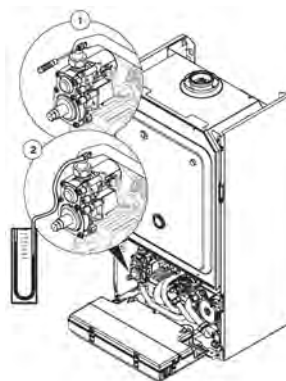

Рис. 4.1
- Ослабьте уплотнительный винт на газовой арматуре (1 на рис. 4.1).
- Подключите цифровой или U-образный манометр (2 на рис. 4.1).
- Ослабьте четыре винта крышки камеры сгорания (1 на рис. 4.1) и снимите ее (только turbo).